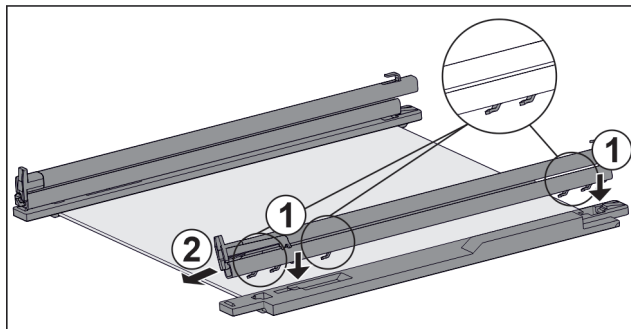

Fig. 131 Стъклена плоча с релси и задържащи части
- ▶ Поставете куките на релсата върху отворите на **лявата** задържаща част. Fig. 131 (1)
- ▶ Издърпайте релсата напред. Fig. 131 (2)
- ▶ Поставете куките на релсата върху отворите на **дясната** задържаща част. Fig. 131 (1)